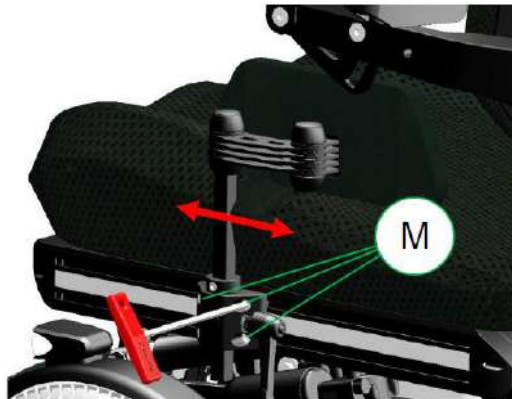

Figura 11-36
- Paso 1: Afloje los cuatro tornillos (M) usando una llave Allen de 5 mm. (Figura 11-36)